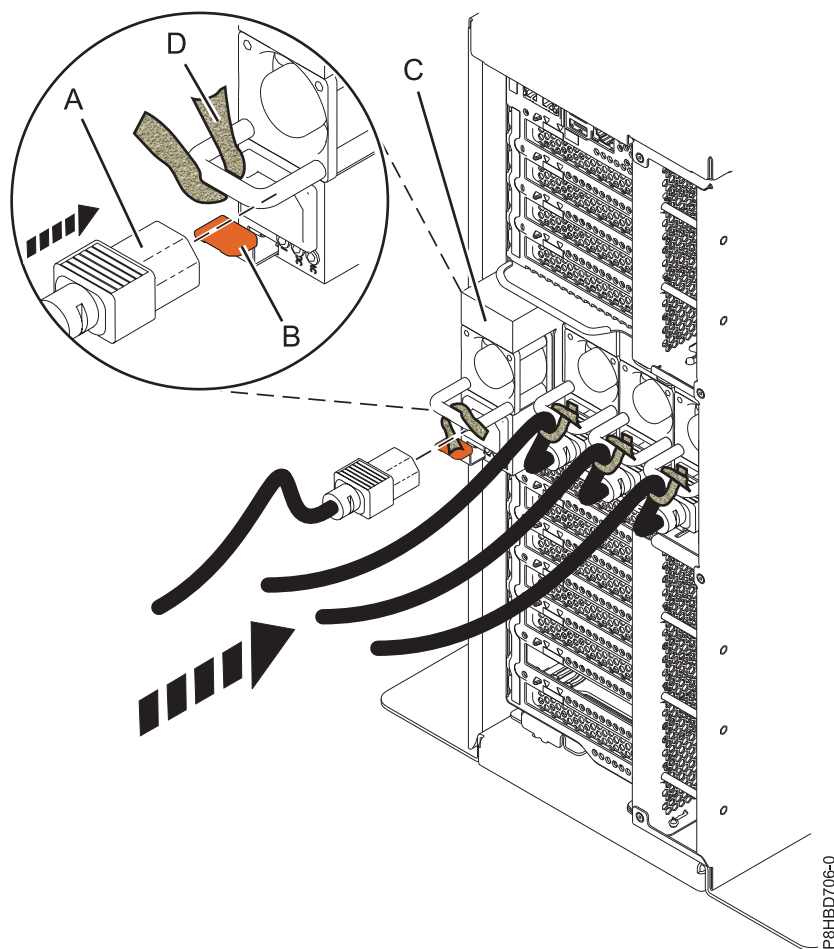

Figura 22. Substitució d'una font d'alimentació en un sistema autònom
4. Connecteu el cable d'alimentació (A) a la font d'alimentació (C), tal com es mostra a Figura 21 a la pàgina 24 per un sistema muntat en bastidor i Figura 22 per un sistema autònom.
5. Utilitzeu la brida (D) i fixeu el cable d'alimentació a la nansa de la font d'alimentació, tal com es mostra a Figura 21 a la pàgina 24 per un sistema muntat en bastidor i Figura 22 per un sistema autònom.